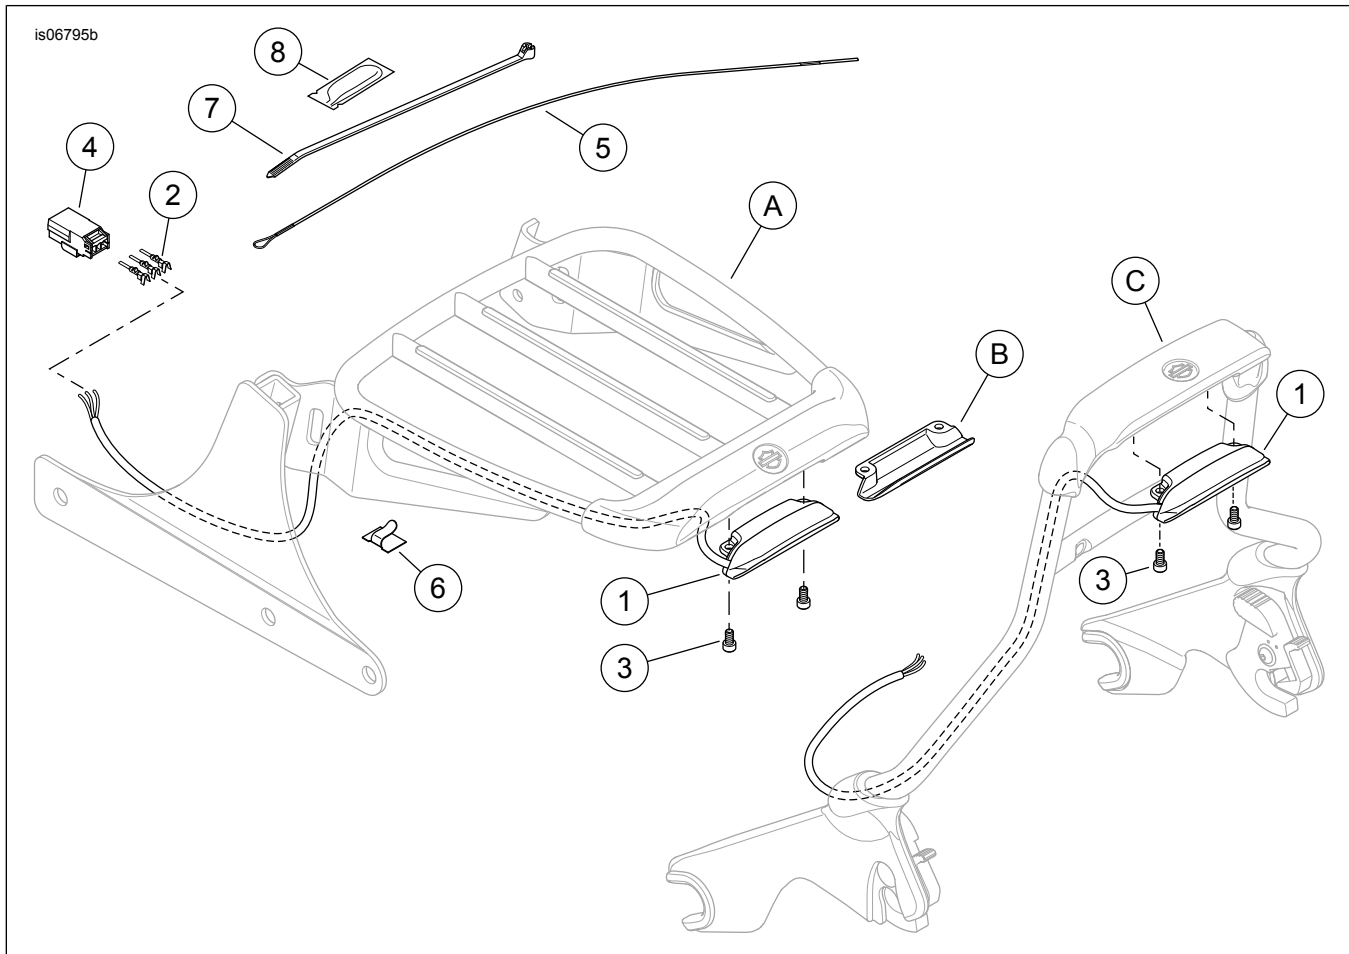

Figure 5. Pièces détachées : Kits de feu de porte-bagages Air Foil
Voir Figure 5 et Tableau 1.
2. Voir Figure 5. **Pour les modèles Sportster, Dyna et Softail** : Si déjà installé, retirer le porte-bagage (A) du véhicule. Placer le porte-bagage à l'envers sur la surface de travail. **Pour les modèles Touring** : S'il est déjà installé, retirer le montant de barre Sissy (C) du véhicule. Placer le montant sens dessus dessous sur la surface de travail.
3. **TOUS les modèles** : Retirer la garniture de feu (B) et deux vis (3).
5. **TOUS les modèles** : Introduire l'extrémité boucle du guide-fil monofilament en nylon (5) dans le trou inférieur du rail gauche et le faire sortir par le trou supérieur à l'arrière du rail. Garder l'extrémité droite du guide-fil hors du trou inférieur.
9. Installer l'ensemble des feux (1) à l'arrière du porte-bagage ou du montant. Fixer avec deux vis (3).
- d. Acheminer les fils de l'ensemble de feu le long du rail de cadre vers le connecteur à trois voies. Attacher les fils de l'ensemble de feu au véhicule avec les attaches à support adhésif (6) (voir Figure 5 ).
- g. Installer le montant de barre Sissy sur les galets d'ancrage du véhicule selon les instructions de ce kit. Attacher les fils de l'ensemble de feu au véhicule avec les attaches à support adhésif (6) (voir Figure 5 ).
3. Voir Figure 5. Consulter le manuel d'entretien pour sertir les bornes mâles (2) sur les trois fils du faisceau de l'ensemble de feu.
4. Introduire les fils et les bornes du faisceau de l'ensemble de feu dans la prise mâle (4) du kit :
5. Enduire du contenu du sachet de graisse diélectrique (8) les bornes du connecteur de feu et les bornes du connecteur de faisceau de rallonge.
7. Fixer le faisceau de rallonge au véhicule avec les serre-câbles (7).